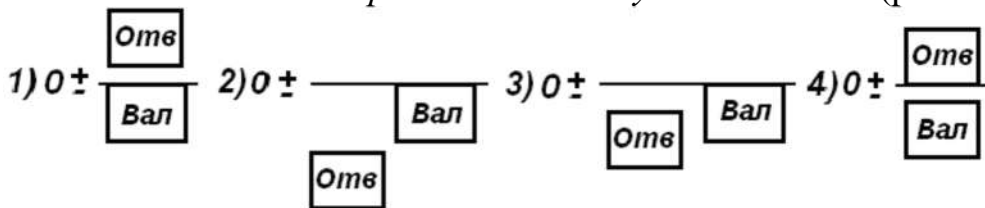

Рис. 1.18. Поля допусків до запитання 21.
21. На якій схемі показана перехідна посадка у системі вала (рис. 1.18).